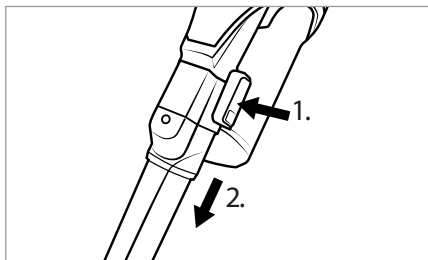

Fig. 15
- ♦ Pentru îndepărtarea accesoriului, apăsați și mențineți apăsată tasta de deblocare de pe accesoriu, apoi trageți accesoriul de pe țeava de aspirare 23 sau de pe orificiul de aspirație al aparatului (a se vedea fig. 15).